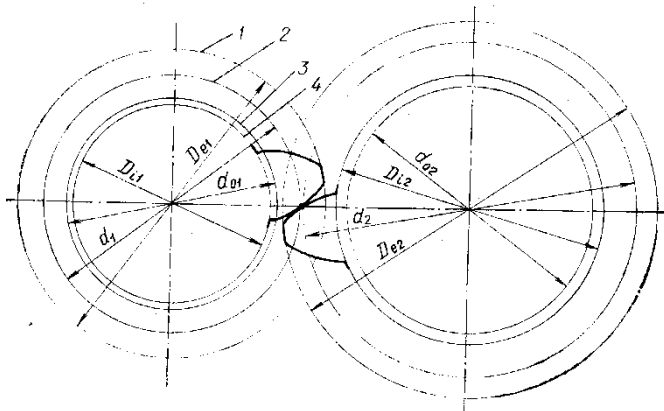

рис. 5.7.
30. На рис. 5.7 изображены зубчатые колеса внешнего зацепления с высотной коррекцией ( $x_1 + x_2 = 0$ )
31. На рис. 5.7 изображены зубчатые колеса внешнего зацепления с высотной коррекцией ( $x_1 + x_2 = 0$ )
32. На рис. 5.7 изображены зубчатые колеса внешнего зацепления с высотной коррекцией ( $x_1 + x_2 = 0$ )
33. На рис. 5.7 изображены зубчатые колеса внешнего зацепления с высотной коррекцией ( $x_1 + x_2 = 0$ )
34. На рис. 5.7 изображены зубчатые колеса внешнего зацепления с высотной коррекцией ( $x_1 + x_2 = 0$ )